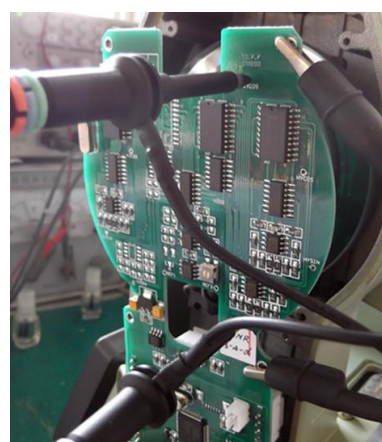

图 7
- (7) 调节横轴（垂直角度读数）的近端信号与远端是一样的调法，包括四只调节螺钉亦是同样的调法唯有的区别是两表笔在主板的接触测试位置不一样，横轴读数测试如图 7 所示；